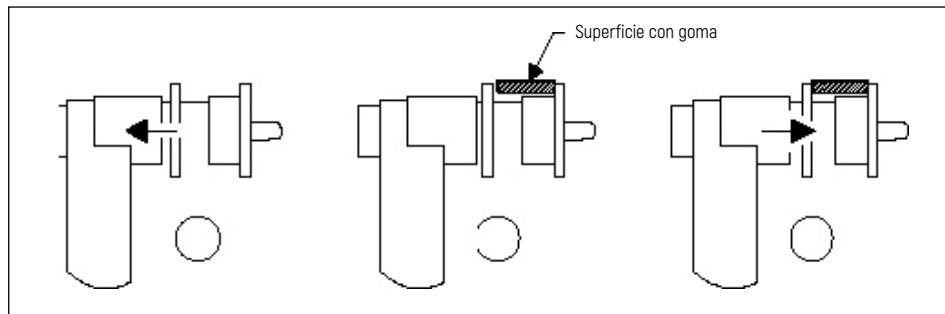

Figura F3.12 Uso de regla de medición de distancia para pegar bloque de plomo
- 2) Coloque el bloque de equilibrio correspondiente a los gramos de desequilibrio (valor de desequilibrio de lado interior) que se muestran en la ventana izquierda al cabezal de regla, como se muestra en la Figura F3.12.